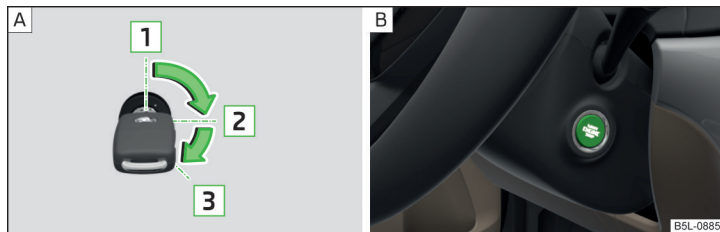

Fig. 121 Posicionamiento de la llave del vehículo en el contacto / Botón de inicio
» fig. 121 - A
➤ Presionar el botón » fig. 121 - B, el encendido es conectado/desconectado.
- En vehículos con **cerradura de encendido**, girar la llave en la posición **3** » fig. 121 de la pág. 106 - A, se realiza el proceso de inicio. Luego suelte la llave, el motor arranca automáticamente.
- En vehículos con **botón de inicio**, presionar brevemente el botón » fig. 121 de la pág. 106 - B, el motor arranca automáticamente.
- En vehículos con **cerradura de encendido**, girar la llave en la posición **1** » fig. 121 de la pág. 106 - A.
- En vehículos con **botón de inicio**, presionar el botón » fig. 121 de la pág. 106 - B, el motor y el encendido son desconectados al mismo tiempo.
➤ Mantener presionado el botón » fig. 121 de la pág. 106 -  o presionarlo dos veces dentro de 1 segundo.